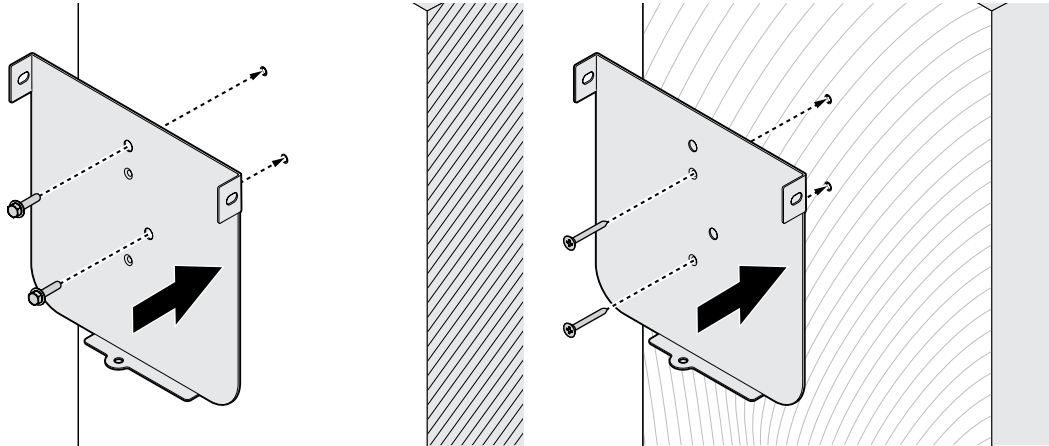

Figure 4-1. Utilisation du support de montage sur mur en béton (à gauche) et mur fini (à droite)
1. Voir la Figure 4-1. Fixez le support de montage de la station de charge de niveau 2 au mur à l'aide des vis et orifices de support appropriés, comme indiqué dans la Figure 4-1. Vissez les boulons à expansion de 63 mm (1/4 po) dans les orifices de décalage du support dans des murs en béton, comme indiqué et serrez à un couple de 78 po lb (8,8 Nm). Vissez des vis à bois n° 8 de 5,08 cm (2 po) ou plus via les orifices de support en ligne dans des murs finis soutenus par des montants en bois et serrez à un couple de 26 po lb (3 Nm).